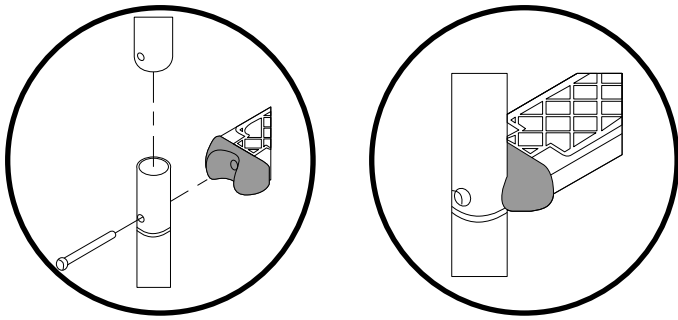

Fig. 23/Abb. 23/Afb. 23
- FR** A.- Assembler les rampes supérieure (1) et inférieure (10) en les introduisant l'une dans l'autre et les fixer aux marches (9) et celles-ci à l'aide des vis (11), des écrous (8) et des rondelles (7) correspondantes. (Fig.23)
B.- Monter les butées (12) de la rampe, pour éviter que l'escalier puisse abîmer la piscine.